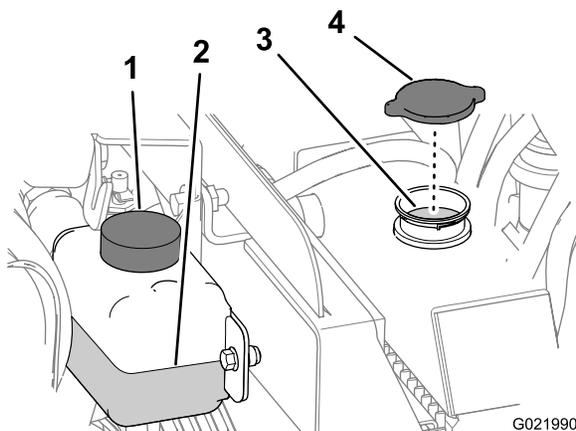

Bild 139
4. Nehmen Sie den Kühlerdeckel vom Füllstutzen des Kühlers ab und prüfen Sie den Kühlmittelstand (Bild 138 und Bild 139).
5. Wenn der Stand des Kühlmittels niedrig ist, füllen Sie Kühlmittel bis zur Unterseite des Füllstutzens auf (Bild 139).
6. Setzen Sie Kühlerdeckel auf und stellen sicher, dass er richtig abgedichtet ist (Bild 139).
4. Nehmen Sie den Kühlerdeckel ab (Bild 139).
- 2. Nehmen Sie den Kühlerdeckel ab (Bild 139).
- 4. Schrauben Sie den Kühlerdeckel wieder auf (Bild 139).